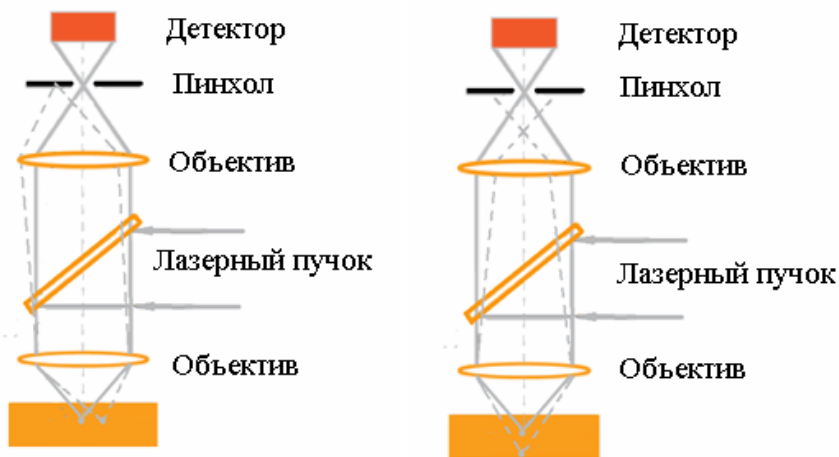

Рис. 2.1. Принцип конфокального микроскопа
Отражённое от Edge фильтра (12) возбуждающее излучение направляется в модуль оптического XY гальвано-сканера, осуществляющего сканирование объекта, расположенного в предметной плоскости микроскопа, лазерным пучком по осям X и Y. Модуль выполнен на базе двух гальваноприводов VM1000 (фирма GSI Lumonics – поз. 48 и 51, рис. 2.1). В состав модуля входят два поворотных зеркала (46, 47) и четыре объектива (49, 50, 52, 53). Объективы служат для получения необходимых линейных размеров поля сканирования и сопряжения полей зрения и зрачков микрообъективов микроскопа и пинголов (15 и 26). В прямом ходе объективы проектируют отклоненные гальвано-сканерами лучи через микрообъектив в любую точку предметной плоскости микроскопа; в обратном ходе они же собирают излучение отсканированной точки в пинхол 17, установленный в фокусе объектива 15, а также в пинхол 27, установленный в фокусе объектива 26.
Главной особенностью конфокального микроскопа является наличие конфокального отверстия (пинхола), расположенного в плоскости, сопряженной с плоскостью объекта. В результате детектор может регистрировать только тот свет, который проходит через пинхол. Принцип конфокального микроскопа показан на рис. 2.1.
Только излучение, идущее с фокальной точки на образце, проходит через пинхол (Рис.2.1), а излучение с других точек образца блокируется пинхолом и не попадает на детектор.